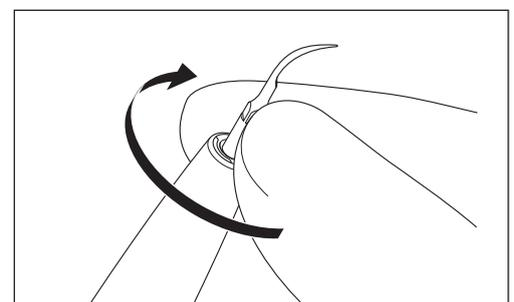

Abb. 15
- 2) Setzen Sie den Aufsatz auf das distale Ende des Handstücks auf und schrauben Sie ihn fest (Abb. 15).